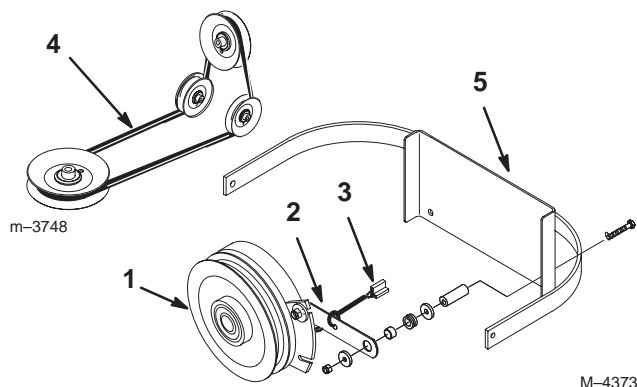

Figure 65
2. Retirez la barrette de retenue de l'embrayage du bâti de la machine et débranchez la borne de l'embrayage du faisceau de câblage (Fig. 65).
7. Posez la barrette de retenue de l'embrayage et branchez la borne de l'embrayage au faisceau de câblage (Fig. 65).